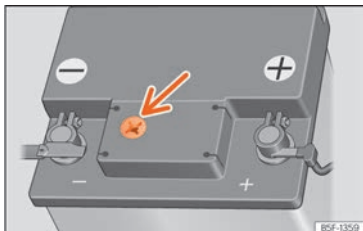

Fig. 189 Espiell a la part superior de la bateria de 12 volts (representació esquemàtica).
- Comproveu l'indicador de color de l'espill a la part superior de la bateria » » » **fig. 189.**